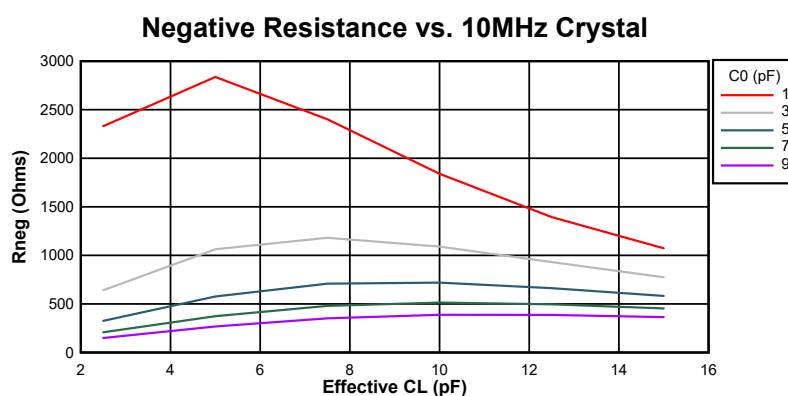
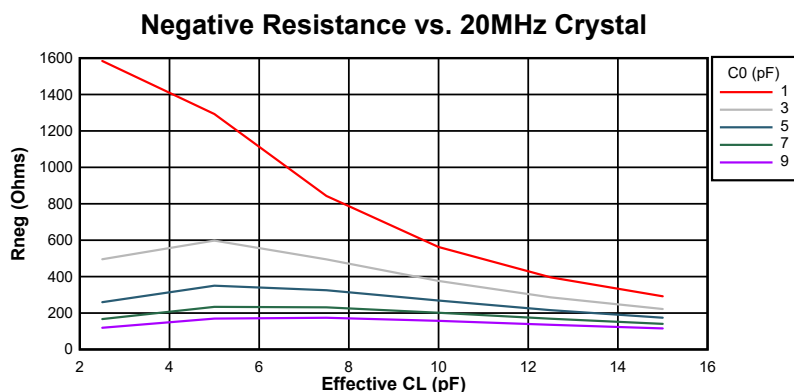

図 6-19. 10MHz 時の負性抵抗変動
図 6-20. 20MHz 時の負性抵抗変動
**図 6-19** および **図 6-20** に、このデバイスの負性抵抗と水晶振動子の間の関係の変動を示します。グラフからわかるように、水晶振動子の並列容量 (C0) と実効負荷容量 (CL) は電気発振回路の負性抵抗に大きな影響を及ぼします。これらは代表的なグラフであるため、設計上考慮すべき最小値および最大値については、**表 6-6** を参照してください。